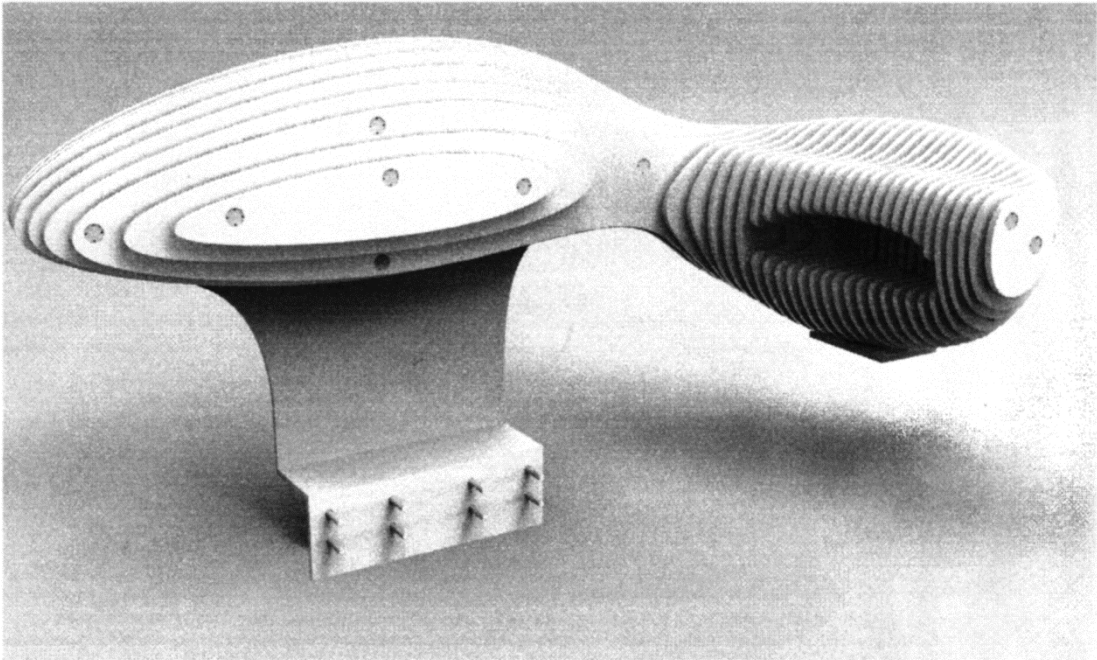

Fig.7
- Fig. 7** – przedstawia wtyczkę w ujęciu perspektywicznym w widoku z lewej strony.